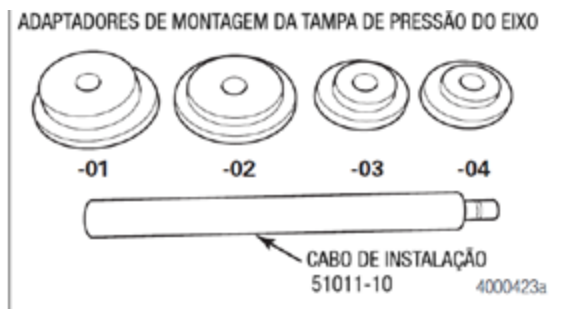

Figura 2.15
16. Escolha a ferramenta de instalação da tampa de pressão da ponteira, que corresponda ao fabricante e ao modelo do eixo. Consulte a Seção 7. Figura 2.15. As ferramentas de instalação da tampa de pressão de produção atual são identificadas com um número estampado na peça. Algumas ferramentas antigas não eram marcadas.